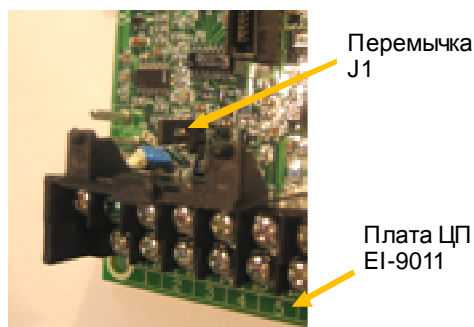

Рис. 4.28. Перемычка J1 на плате ЦП EI-9011.
4.17.15. Отсоединить свободный конец потенциометра от клеммы 13 и соединить его с клеммой 14. При этом удалить перемычку J1 на плате ЦП – см. рис. 4.28 (после завершения диагностики перемычку J1 вернуть на место).